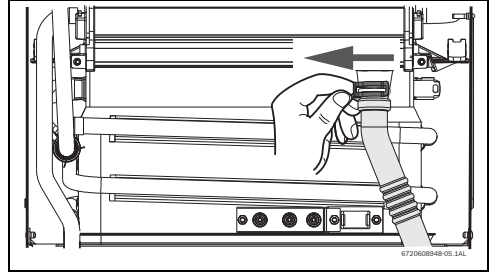

Fig. 57
- ▶ Retirar el clip y soltar la extremidad del tubo de condensados (consultar la Fig. 57 ).